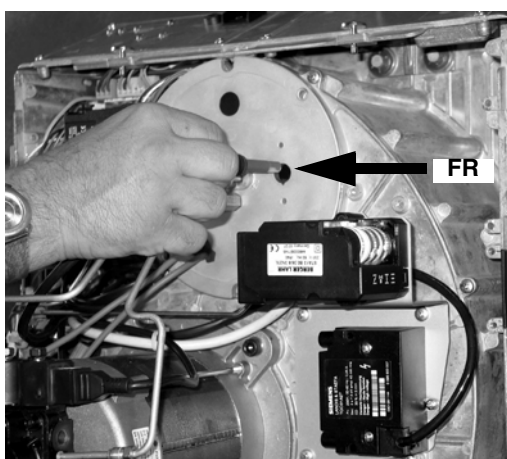

Fig. 24
- Sfilare la fotoresistenza FR dalla sua sede (Fig. 24).